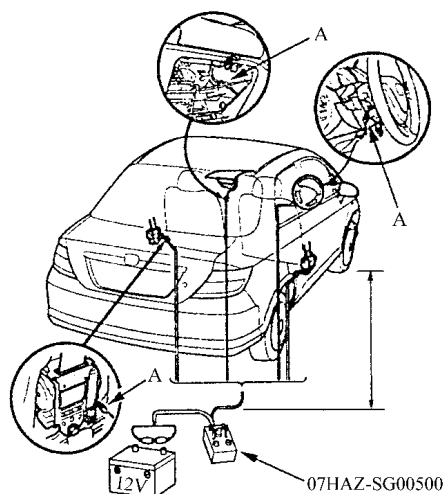

图 11-37 将气囊引爆工具连接到导线上
8) 剪断每个插接器，剥掉导线的端部，如图 11-37 所示，将气囊引爆工具的鳄鱼夹连接到导线上。将气囊引爆工具放在离安全气囊或座椅安全带张紧装置至少 10m 远的地方。